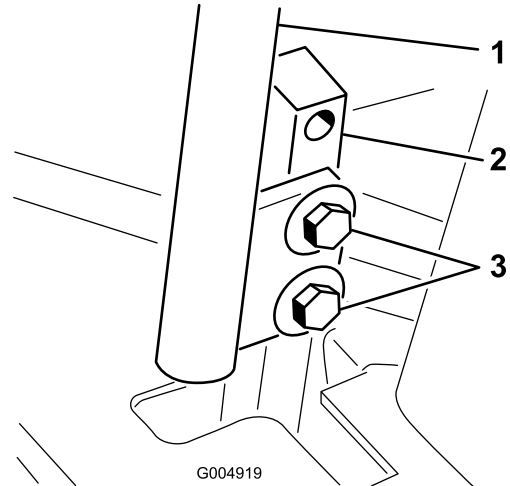

Figure 56
3. Desserrez les boulons de fixation des leviers de commande (Figure 56).